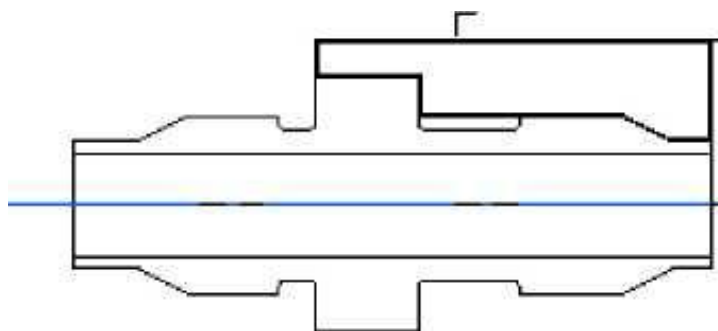

Рисунок 3.4 – Схема створення «ТО Точить/Область»
4. Натиснути кнопку «Добавить». Вказати контур, що визначає межі області (рис. 3.4).